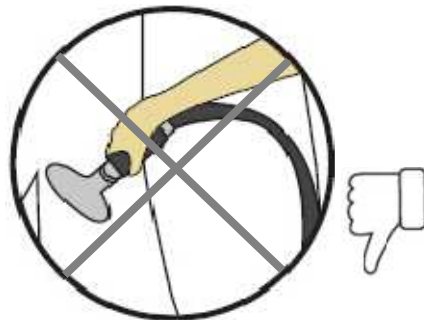
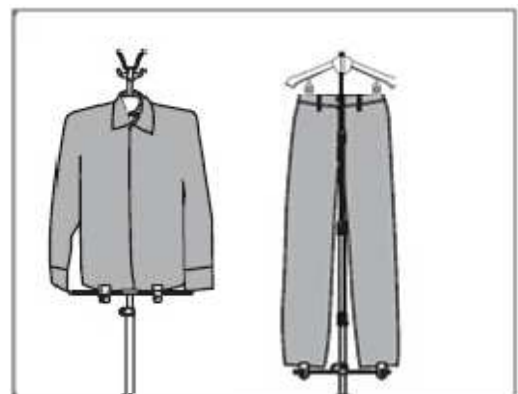

**fig.19**
fig.22
- Pour ce faire, vous pouvez utiliser le tendeur de pantalon (fig.22- page31) ou simplement tendre le tissu en le tirant grâce à votre main libre. (fig.19)
- Le tendeur de pantalon vous aidera à maintenir votre vêtement (T-shirt ou pantalon) tendu pour de meilleures performances de défroissage. (fig.22)